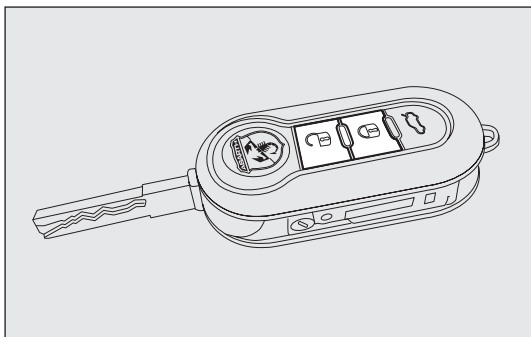
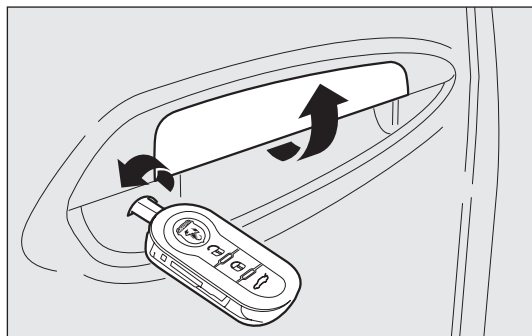
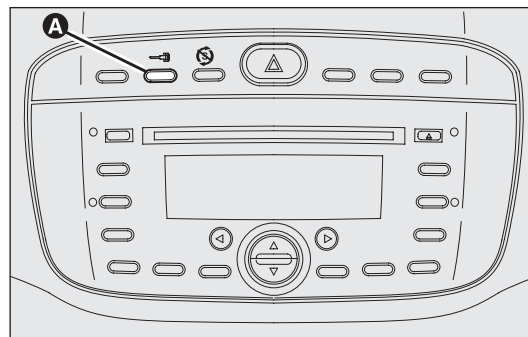

fig. 67
fig. 68
fig. 69
Une fois les portes fermées, appuyer sur le bouton  de la télécommande fig. 67 ou bien insérer et tourner l'insert métallique dans la serrure de la porte côté conducteur dans le sens des aiguilles d'une montre fig. 68. Le verrouillage effectif des portes est signalé par le simple allumage de la DEL sur le bouton A-fig. 69. Le verrouillage des portes est activé uniquement si toutes les portes sont fermées. Si une ou plusieurs portes sont ouvertes suite à la pression du bouton  sur la télécommande fig. 67, les feux clignotants et la DEL présente sur le bouton A-fig. 69 clignotent rapidement pendant environ 3 secondes.
Par contre, si une ou plusieurs portes sont ouvertes suite à la rotation de l'insert métallique de la clé, seule la DEL présente sur le bouton A-fig. 69 clignote rapidement pendant environ 3 secondes. Si les portes sont fermées mais que le coffre à bagages est ouvert, les portes sont verrouillées : les feux clignotants (uniquement si le verrouillage est effectué en appuyant sur le bouton  fig. 67) et la DEL présente sur le bouton A-fig. 69 clignotent rapidement pendant environ 3 secondes.
Quand la fonction est active, il est toutefois possible de déverrouiller les serrures des autres portes, en appuyant sur le bouton A-fig. 69 situé sur la colonne centrale.
En effectuant une double pression rapide sur le bouton  de la télécommande fig. 67, le dispositif dead lock s'active (voir paragraphe « Dispositif dead lock »).
Appuyer brièvement sur le bouton  fig. 67 pour déverrouiller les portes à distance, obtenir l'allumage temporisé des plafonniers internes à double signal lumineux des indicateurs de direction ou insérer et tourner l'insert métallique dans la serrure de la porte côté conducteur dans le sens contraire aux aiguilles d'une montre, comme illustré sur la 68.
Appuyer sur le bouton A-fig. 69 pour verrouiller/déverrouiller toutes les portes. Le bouton est doté d'une DEL qui indique l'état des portes (verrouillées ou déverrouillées).
on ne pourra pas effectuer le déverrouillage avec le bouton A-fig. 69 situé entre les commandes sur la planche de bord.
- le bouton A-fig. 69 de verrouillage/déverrouillage ;
Le dispositif s'enclenche automatiquement sur toutes les portes en effectuant une double pression rapide sur le bouton  de la clé de la télécommande fig. 67.
L'activation du dispositif est signalée par 3 clignotements des indicateurs de direction et par le clignotement de la DEL située sur le bouton A-fig. 69 entre les commandes sur la planche de bord.